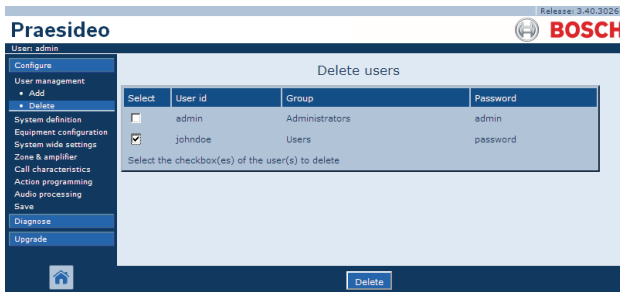

figura 42.6: Eliminar un usuario, paso 2
- 2 Marque el recuadro frente a la cuenta que va a eliminar, (consulte figura 42.6).